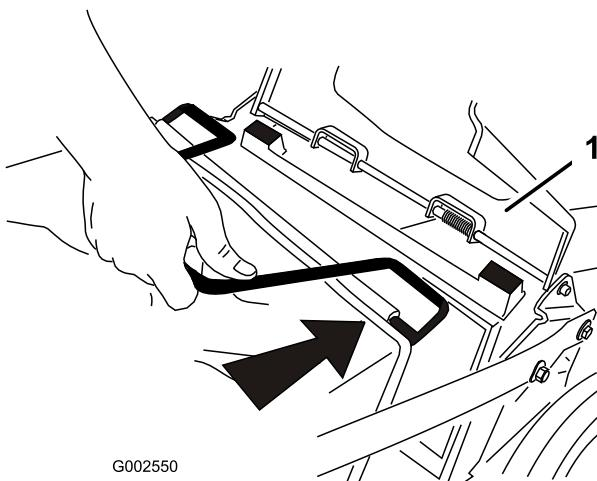

Figura 19
2. Levante y sujeté la puerta trasera (Figura 19).